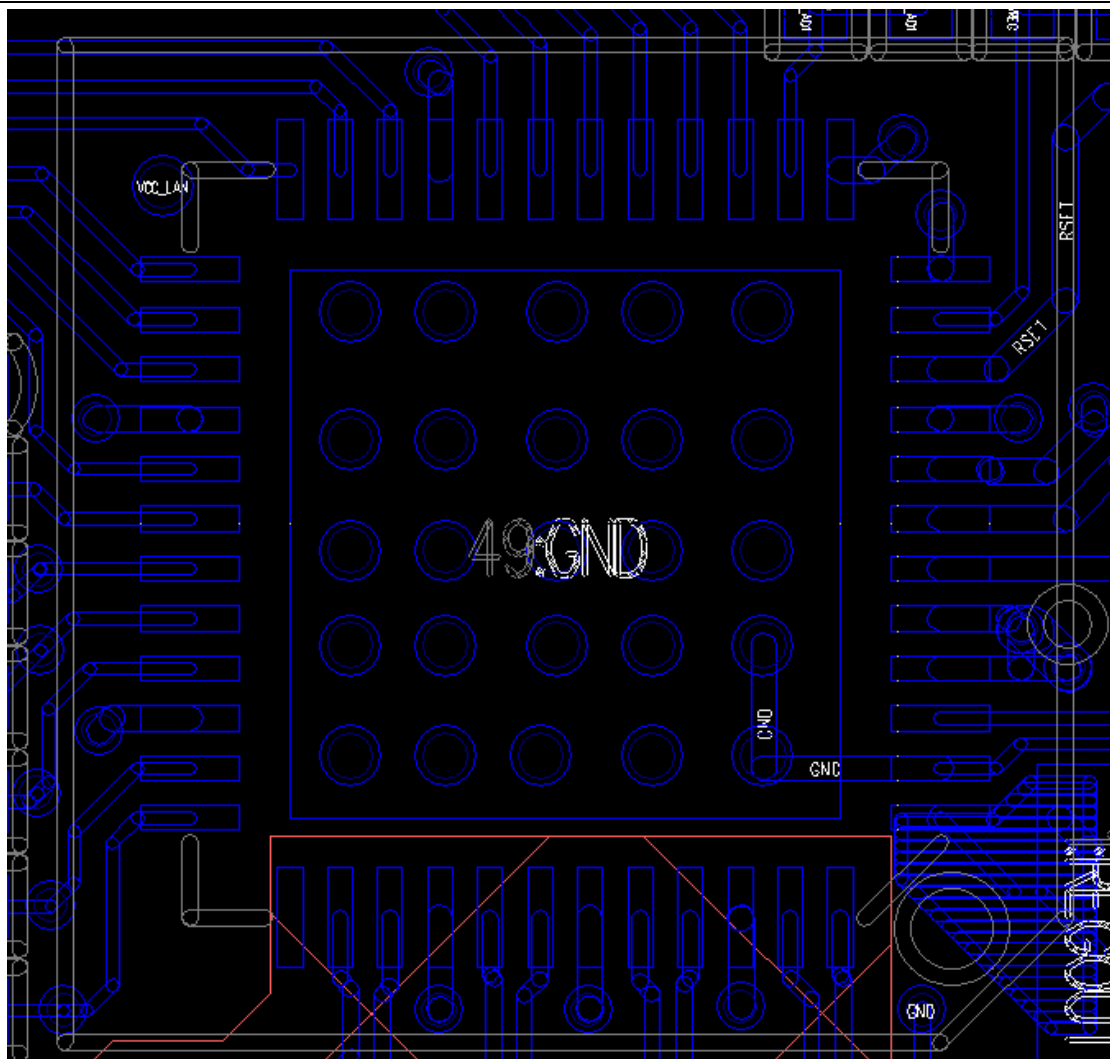

图20-9
- PHY的ePAD至少保证有9个以上地过孔，如图20-9所示。